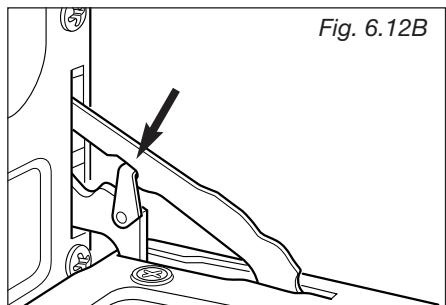

Fig. 6.12B
- Enganche las sujetaciones en los ganchos de las bisagras izquierda y derecha (Fig. 6.12B).